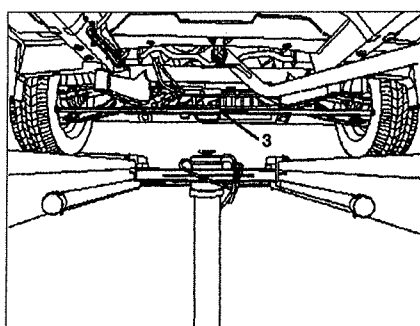

Рис. 7.24. Установите натяжное устройство 3 между внутренними кромками дисков колес.
3. Установите натяжное устройство 3 между внутренними кромками дисков колес (см.рис.7.24).